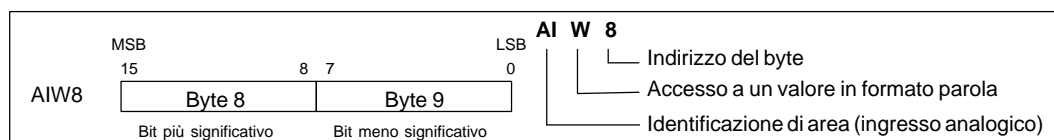

Figura 7-5 Accesso a un ingresso analogico
La CPU S7-200 converte un valore analogico del mondo reale (ad es., un valore di temperatura o di potenza) in un valore digitale in formato parola (a 16 bit). A tali valori si può accedere mediante l'identificazione di area (AI), la dimensione dei dati (W) e l'indirizzo del byte iniziale. Gli ingressi analogici sono parole e iniziano sempre su indirizzi a byte pari (ad es., AIW0, AIW2 o AIW4), come evidenziato alla figura 7-5). I valori di ingressi analogici sono di sola lettura.